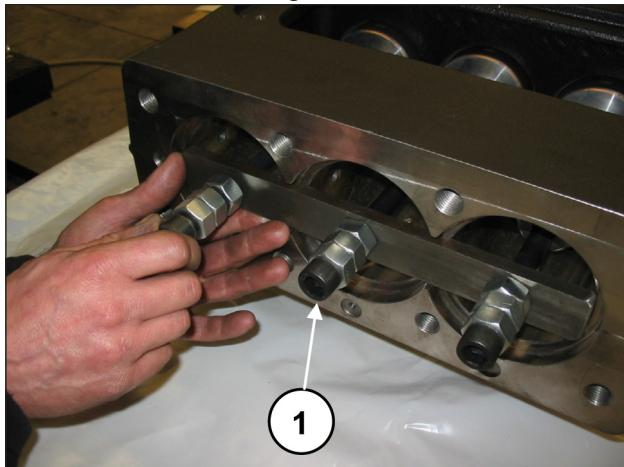
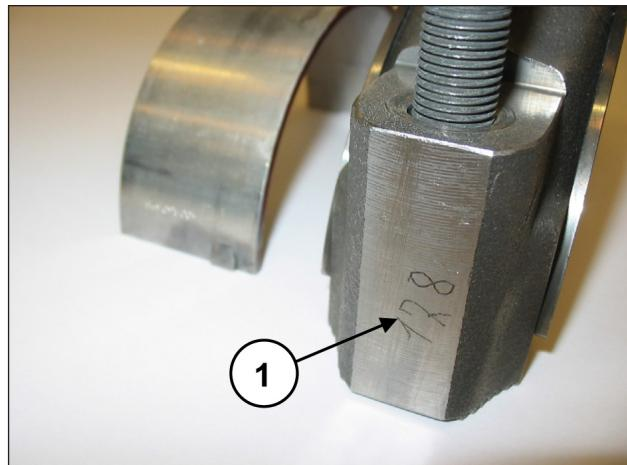
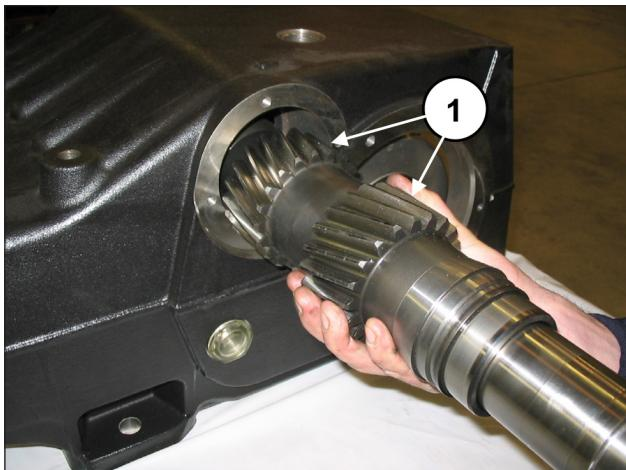

Abb. 40
Abb. 41
Abb. 55
Drehen Sie die Schrauben des Werkzeugs Art. 27566200 zum Lösen der Pleuelstangen ab (Pos. ①, Abb. 40) und ziehen Sie anschließend die Baugruppe Pleuelstange-Kolbenführung von der hinteren Gehäuseöffnung heraus (Pos. ①, Abb. 41).
Nachdem Sie das Gehäuse auf perfekte Sauberkeit überprüft haben, setzen Sie die Baugruppe Pleuelhälfte-Kolbenführung in die Buchsen des Gehäuses ein (Pos. ①, Abb. 41).
Arretieren Sie die drei Baugruppen mit dem entsprechenden Werkzeug Art. 27566200 (Pos. ①, Abb. 40).
Entfernen Sie das Werkzeug zur Sicherung der Pleuelstangen Art. 27566200 (Pos. ①, Abb. 40) und schieben Sie die Pleuelstangen bis auf Anschlag mit der Kurbelwelle zurück. Bauen Sie die vormontierte Zapfwelle in das Gehäuse ein (Pos. ①, Abb. 55), u.z. auf der entgegengesetzten Seite zum vorab montierten Außenring des Lagers und zur Schmierbuchse der Lager.
Achten Sie beim Einschieben der Zapfwelle in das Gehäuse auf die Ausrichtung der Verzahnung lt. Abb. 55.
Arretieren Sie die drei Pleuelgruppen mit dem entsprechenden Werkzeug Art. 27566200 (Pos. ①, Abb. 40).